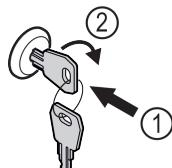

Fig. 158
- Вставьте ключ. Fig. 158 (1)
- Поверните ключ на 90° по часовой стрелке. Fig. 158 (2)